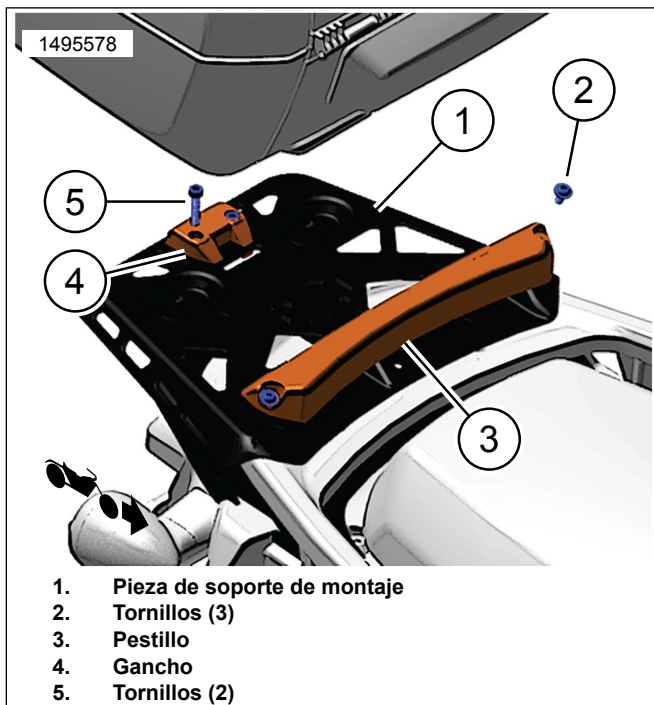
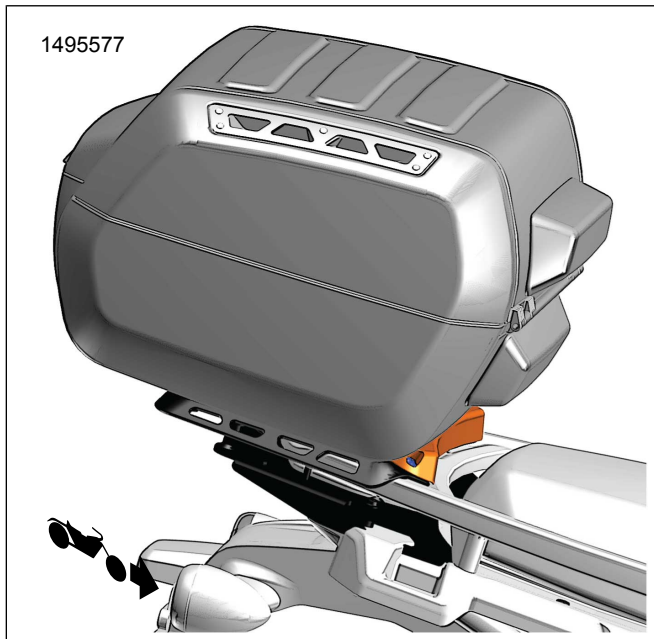

Figura 13. Kit de montaje (53000812)
Figura 14. Instalación de la maleta superior
1. Figura 13 Instale el kit de montaje en la pieza de soporte de montaje.
- a. Instale el pestillo (3) con tres tornillos (2) en la parte frontal de la pieza de soporte de montaje (1). Ajuste.
3. Vea la Figura 13 y la Figura 14 . Deslice la maleta superior hacia el pestillo delantero (3), muévala hasta que encaje en el gancho trasero (4).